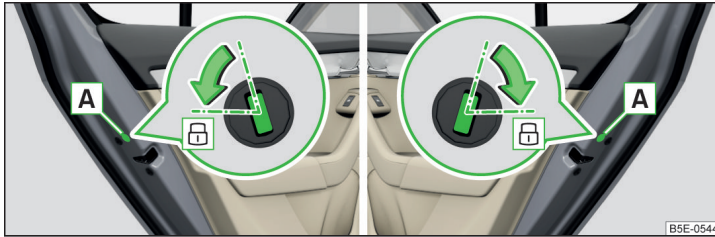

Abb. 349 Notverriegelung: Tür hinten links/rechts
- Bei Fahrzeugen mit der Blende **A** diese Blende entfernen » Abb. 349.